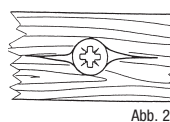

Abb. 2
- Splintern von dünnen Holzleisten (siehe Abb. 2).